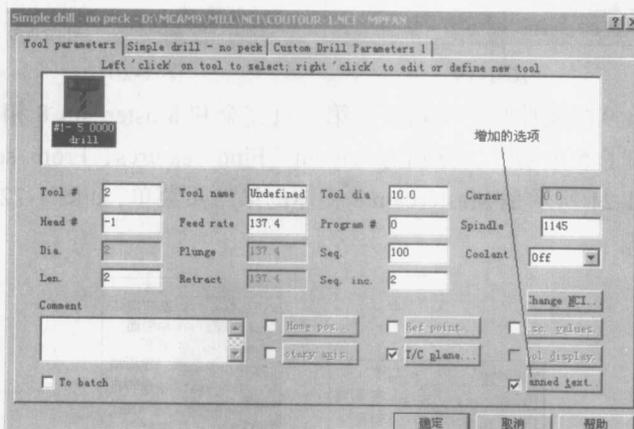

图 1-26
(4) 在钻削的“刀具参数”选项卡中增加了 Canned text (固定文本) 选项, 如图 1-26 所示。